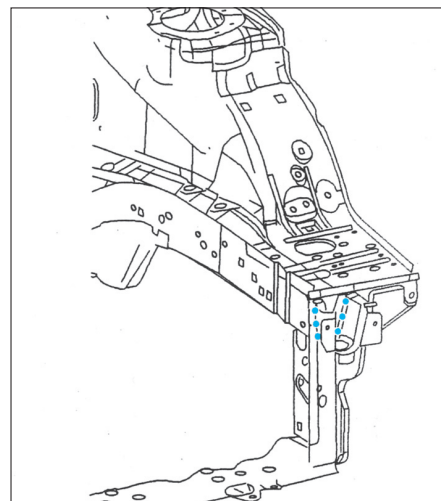

FIG. 41
- Souder par points électriques (Fig.41).